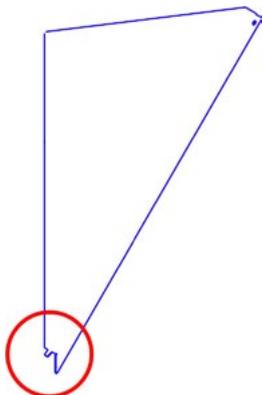

Рис. 7
1. Возьмите треугольную вставку и с помощью плоскогубцев отогните монтажный язычок в основании вставки на  $45^\circ$  (Рис.7).